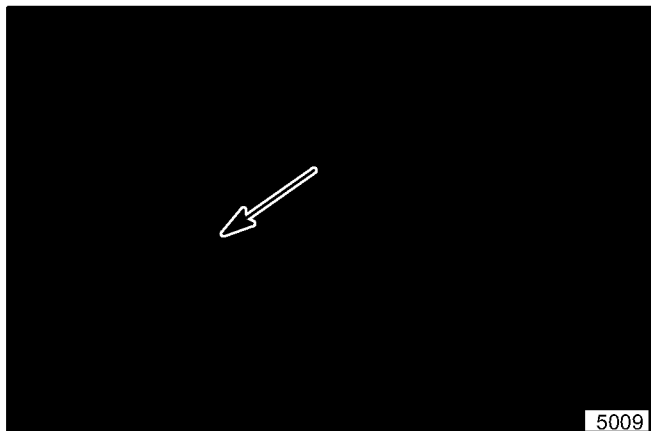

Figura 3. Palanca Sujetadora del Enrollador (Lado Izquierdo)
6. Mueva las palancas sujetadoras del enrollador (lado izquierdo y derecho) hacia la parte posterior de la unidad para liberar los sujetadores del enrollador (vea la figura 3).